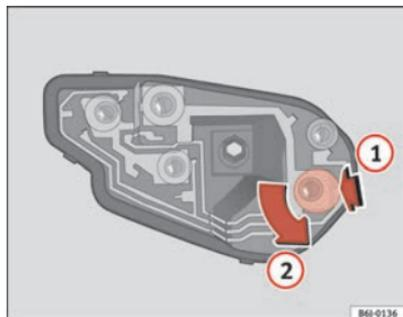

Fig. 149 Substituição das lâmpadas luzes traseiras
- Uma vez retirado o porta-lâmpadas, prima para baixo no sentido da seta (1) e rode ao mesmo tempo no sentido da seta (2) ⇒ fig. 149. ■